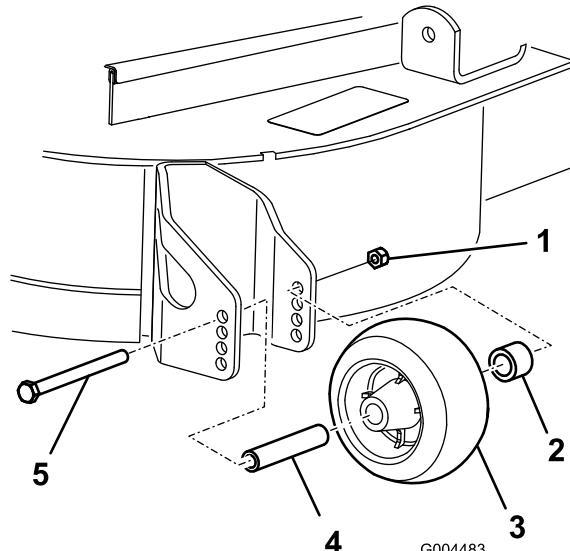

Figure 18
3. Après avoir réglé la hauteur de coupe, réglez les galets en retirant l'écrou à collet, la bague, l'entretoise et le boulon (Figure 18).
5. Posez l'écrou à embase, la bague, l'entretoise et le boulon. Serrez à un couple de 54 à 61 Nm (Figure 18).